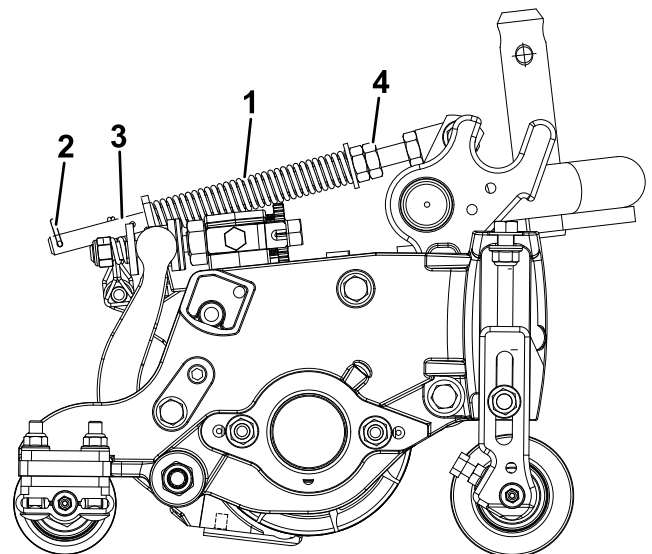

Figura 12
El muelle de compensación del césped (Figura 12) transfiere peso del rodillo delantero al trasero. Esto ayuda a reducir el patrón de ondulación en el césped.
1. Asegúrese de que el pasador de horquilla está instalado en el taladro del extremo de la varilla del muelle (Figura 12).
2. Apriete las tuercas hexagonales del extremo delantero de la varilla del muelle hasta que la longitud comprimida del muelle sea de 12,7 cm (Figura 12).